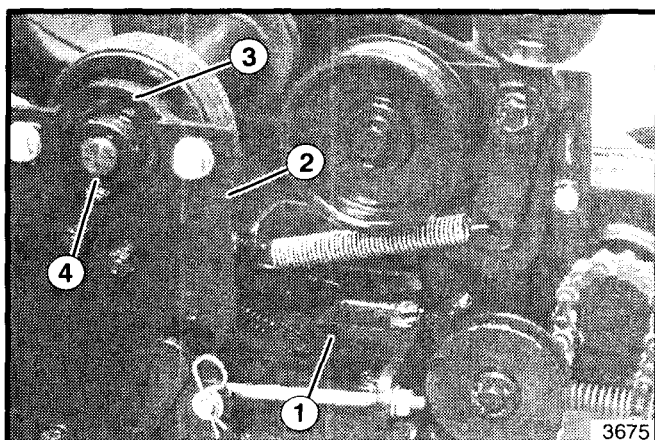

Figura 19. Ajuste de la Correa
3. Suelte los herrajes que están asegurando la placa de montaje (soportando la polea de propulsión del enrollador) y el soporte (vea la figura 19).